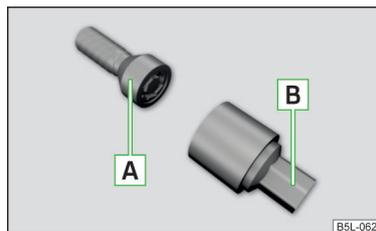

Fig. 182
Les boulons de roue antivol protègent les roues contre le vol. Ils ne peuvent être desserrés ou serrés qu'à l'aide de l'adaptateur **B** » fig. 182.
- Insérez l'adaptateur **B** » fig. 182 avec le côté denté jusqu'à la butée dans la denture intérieure de la tête du boulon de roue antivol **A**.